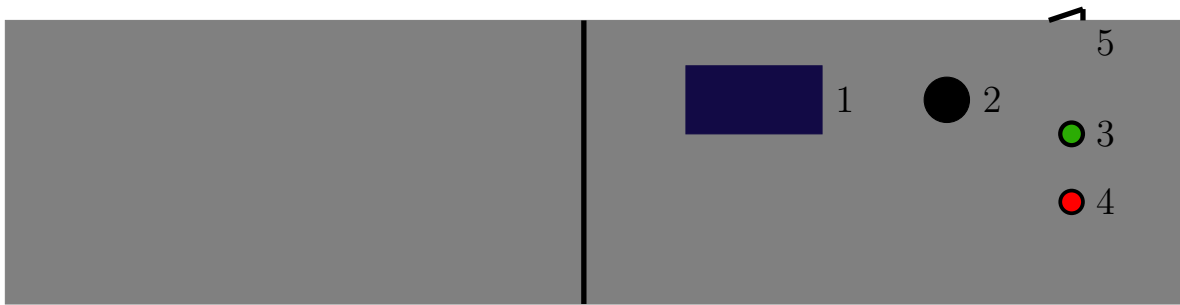

Figure 1.1: Elemente auf der Frontblende des Demonstrators
- Gerät über Ein/Ausschalter (Figure 1.1: 5) einschalten.
- Bitte warten, bis OLED-Display (Figure 1.1: 1) "SYSTEM AKTIV; Willkommen!; Stufe waehlen" anzeigt, dann ist das System bereit.
- Dreh-Encoder (Figure 1.1: 2) drehen, um Bewegungsstufe auszuwählen.
- Der Bewegungsablauf wird über den grünen Start-Knopf (Figure 1.1: 3) gestartet.
- Wenn der Bewegungsablauf durch einen Notfall unterbrochen werden muss, dann betätigen Sie den roten Stopp-Knopf (Figure 1.1: 4).
- Gerät über Ein/Ausschalter (Figure 1.1: 5) ausschalten.